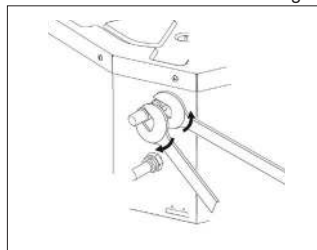

Fig. 1
- serrare le connessioni utilizzando il metodo "chiave contro chiave" (Fig.1)